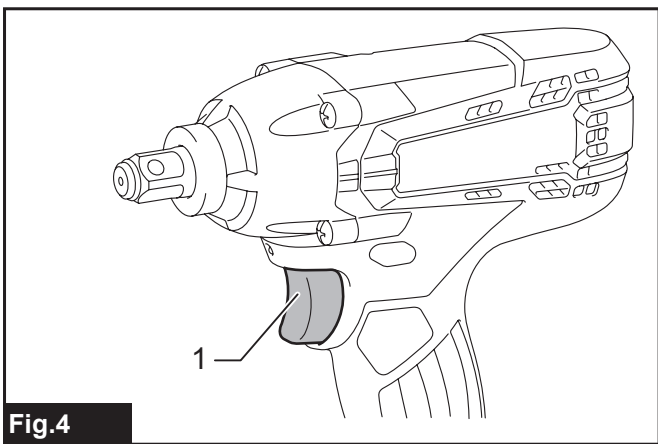

Fig.4
► Rys.4: 1. Spust przełącznika